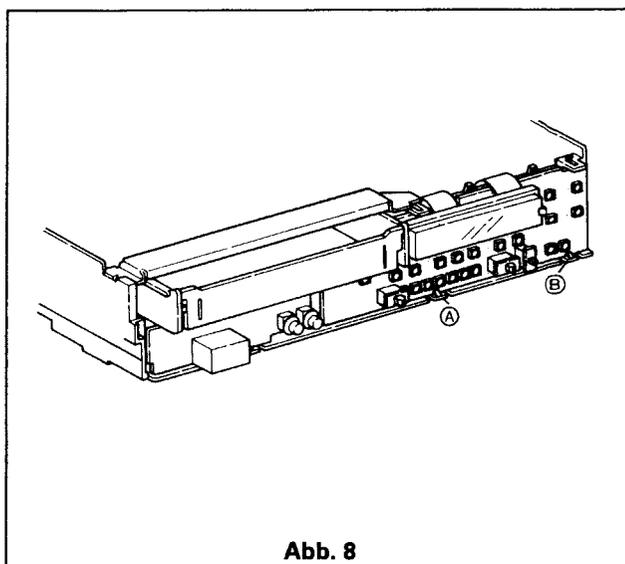

Abb. 8
1. Halter (A) und (B) lösen, siehe Abb. 8.